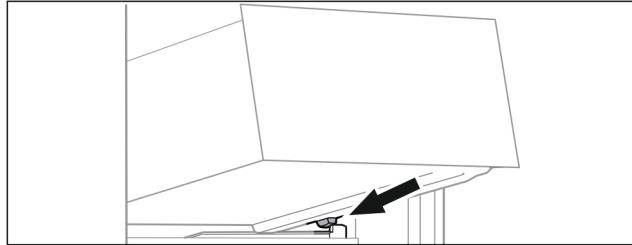

Fig. 96
- ▶ Поставете чекмеджето под ъгъл зад ограничителите върху реброто на съда. (виж Fig. 96)